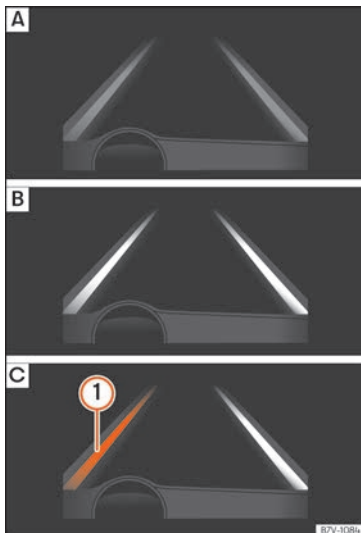

Fig. 269 Sur l'écran du combiné d'instruments : indication à l'écran de l'assistant de maintien de voie.
- **fig. 269 A** : L'assistant est activé, mais indisponible car la vitesse minimale n'a
- **fig. 269 B** : L'assistant est activé et disponible, il reconnaît les deux lignes de la voie. Il n'est pas en train de corriger la trajectoire.
- **fig. 269 C** : Le système est actif. La ligne en surbrillance ① indique qu'il existait un risque de dépasser involontairement la ligne de la voie et que l'assistant agit sur la direction pour corriger la trajectoire.